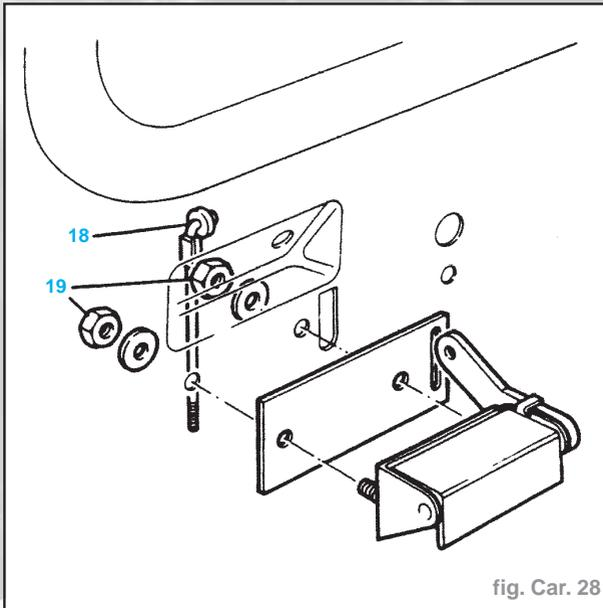

fig. Car. 28
- Retirer l'orifice pour logo du boîtier et, par cet orifice, retirer le boulon unique maintenant le boîtier (16).
- Retirer partiellement le boîtier et son joint en caoutchouc de la porte, déplacer le passe-fils en caoutchouc de la porte du panneau de porte, retirer les fils d'éclairage de plaque d'immatriculation et retirer entièrement le boîtier et joint d'étanchéité de la porte (17).
- Déposer la biellette d'accouplement du levier de poignée de porte extérieure (18) (Fig. Car. 28).
- Retirer de l'intérieur des panneaux de porte les deux écrous et rondelles maintenant la poignée extérieure et détacher la poignée et le joint (19).